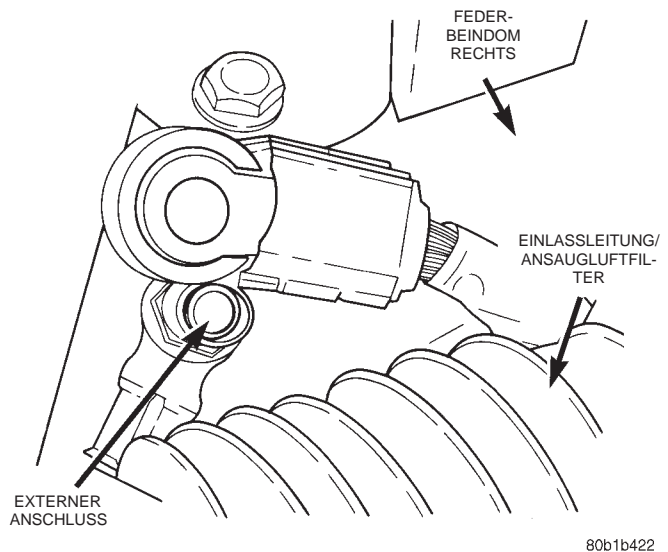

Abb. 5 Anschluß des externen Batterie-Minuskabels
(1) Motorhaube öffnen und das externe Batterie-Minuskabel vom externen Batteriepol abklemmen und isolieren (Abb. 5).
- (1) Motorhaube öffnen und das externe Batterie-Minuskabel vom externen Batteriepol abklemmen und isolieren (Abb. 5).
- (2) Die beiden Außenseiten der Konsole nach unten ziehen, so daß die Halteclips gelöst werden.
- (3) Steckverbinder abziehen und Konsole vom Dachhimmel abnehmen.
- (4) Konsole aus dem Fahrzeug nehmen.
- (2) Deckenkonsolle wie in diesem Kapitel beschrieben abbauen.
- (3) Lampenfassung von der Halterung abbauen.
- (4) Glühlampe(n) nach Bedarf austauschen.